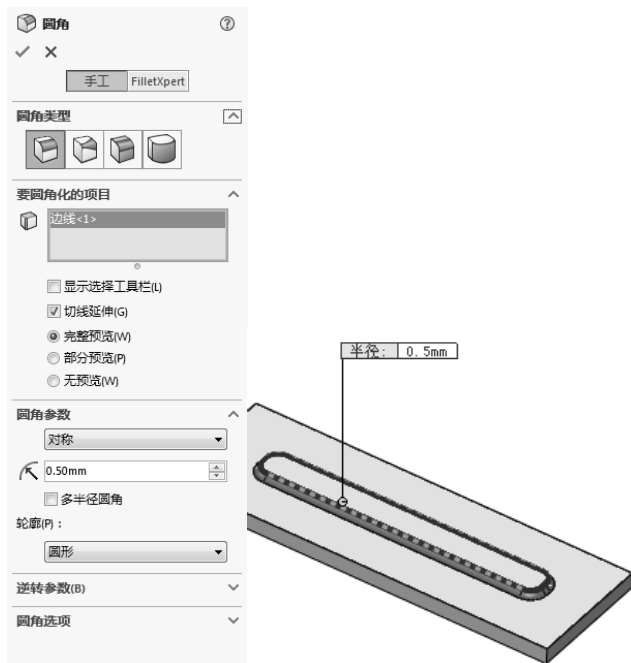

图 10-201 进行圆角 3 操作
⑧ 单击“特征”控制面板中的（圆角）按钮，或选择“插入”→“特征”→“圆角”菜单命令，选择“圆角类型”为“恒定大小圆角”，在圆角半径文本框中输入数值“0.5”，单击鼠标拾取实体的另一条边线，如图 10-201 所示。单击（确定）按钮，生成另一个圆角。